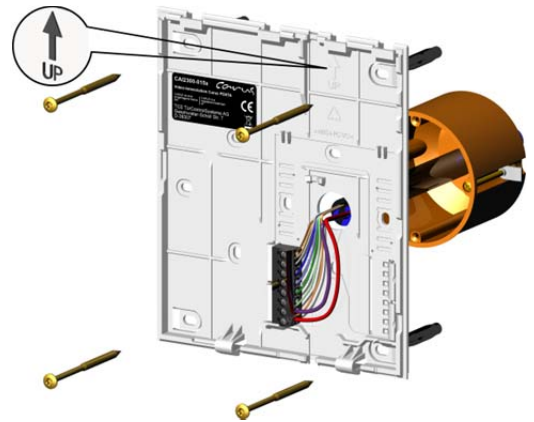

Abb. 3: Wandmontage auf UP-Dose
- ▶ Setzen Sie eine Unterputzdose an der Wand, wo das Gerät positioniert werden soll (Abb. 3).
Beachten Sie die Einbaulage der Unterschale. Diese ist auf der Unterschale durch einen Pfeil und die Bezeichnung **UP** markiert (Abb. 3).